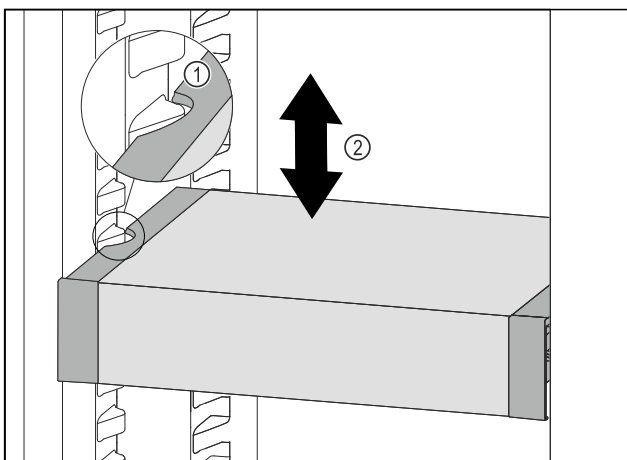

Fig. 103
- ▶ VarioSafe nach vorne ziehen, bis sich die seitlichen Aussparungen des VarioSafes auf Höhe der Behälterrippe im Kühlteil befinden. Fig. 103 (1)
- ▶ VarioSafe im Kühlteil nach oben oder unten bewegen, bis gewünschte Höhe erreicht ist. Fig. 103 (2)